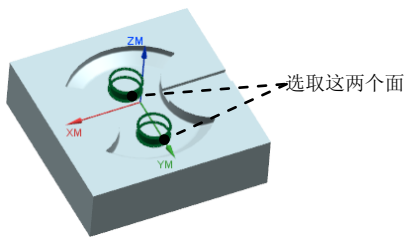

图 21.35 指定切削区域
Step2. 在绘图区中选取图 21.35 所示的切削区域 (共 2 个面), 单击 **确定** 按钮, 系统返回到“深度加工轮廓”对话框。